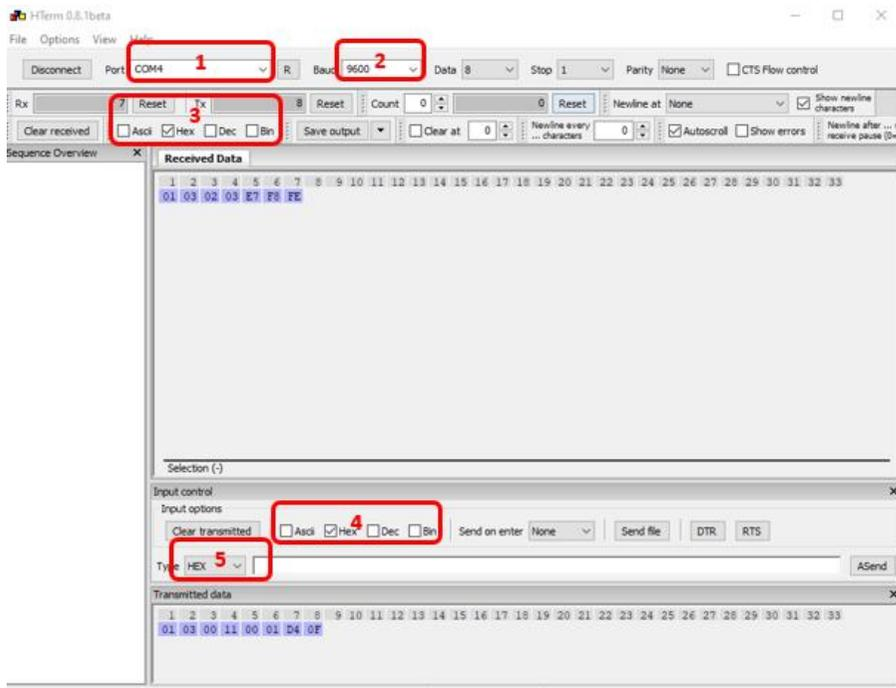

图. 6 HTerm 参数设置界面。
- 6) 打开终端程序 **HTerm**，并按图 6 所示设置参数。